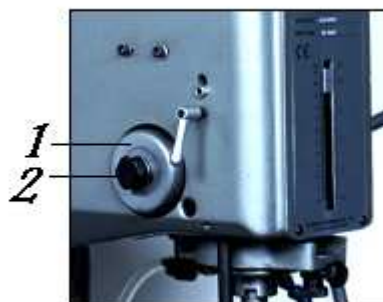

FIG.2
2.1 REGLAGE DU RESSORT DE RAPPEL DE BROCHE (FIG.2)